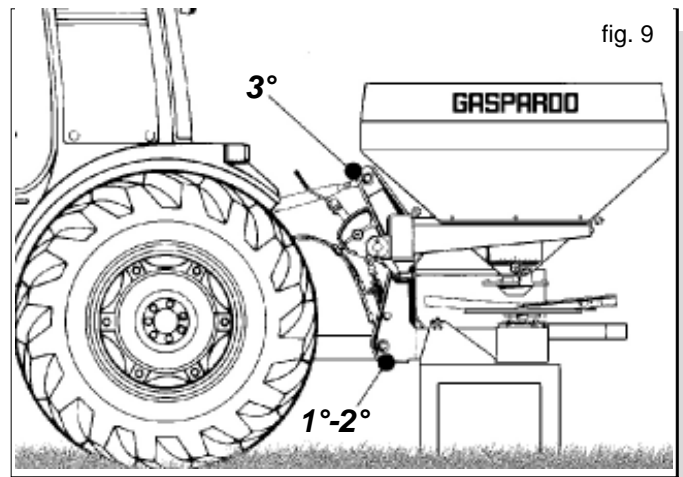

fig. 9
- 1) Applicare le barre inferiori del sollevatore della trattrice agli attacchi inferiori dello spandiconcime (fig.9) e inserire le spine di sicurezza